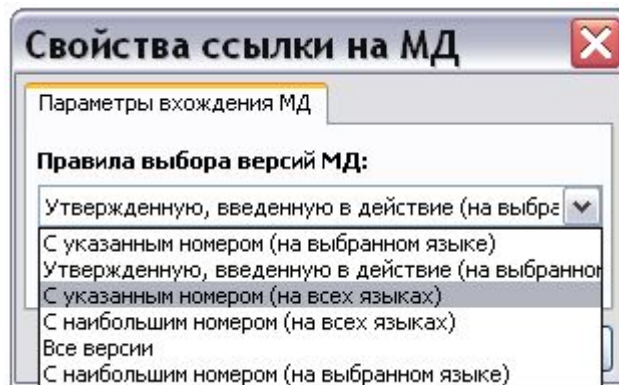

Рис. 8.53
3. Откройте выпадающий список и укажите, какие версии МД будут выбираться при экспорте (Рис. 8.53).